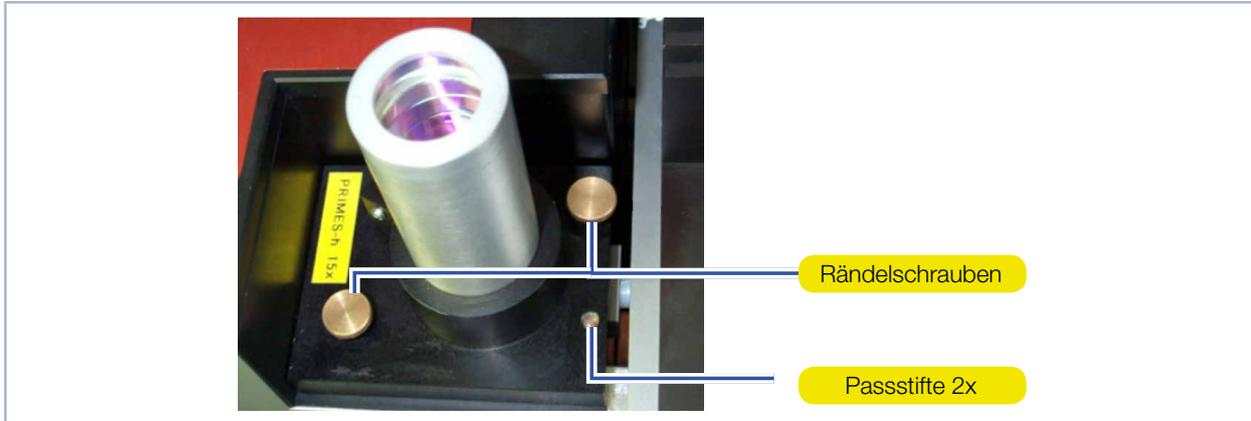

Abb. 7.2: Messobjektiv
1. Drehen Sie die zwei Rändelschrauben heraus (siehe Abb. 7.2).